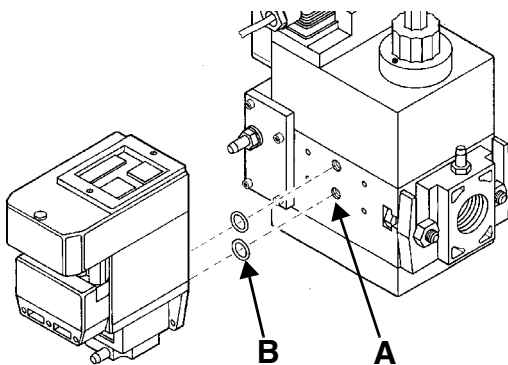
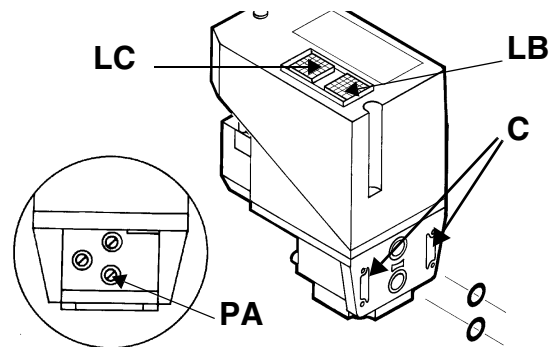

Рис. 17
Рис. 18
- 2). снять крепежные винты группы Multibloc (Рис. 17-А)
- 3). вставить уплотнительные кольца (10,5x2,25) в VPS 504 (Рис. 18-В, Рис. 17-В)
- 4). закрутить 4 винта блока контроля герметичности (M4x16) Рис. 17-С.
Для проверки работы, подсоединить манометр к штуцеру для отбора давления PA (Рис. 18). Если проверка завершилась положительно, через несколько секунд зажжется жёлтая лампочка LC. В противном случае загорится красная лампочка блокировки LB. Чтобы перезапустить горелку, необходимо разблокировать блок управления нажатием на светящуюся кнопку LB.